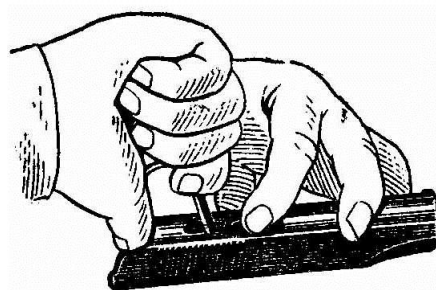

Рис. 16. Отделение выбрасывателя от затвора
8) **Отделить выбрасыватель от затвора** (рис. 16). Положить затвор на стол (скамейку), правой